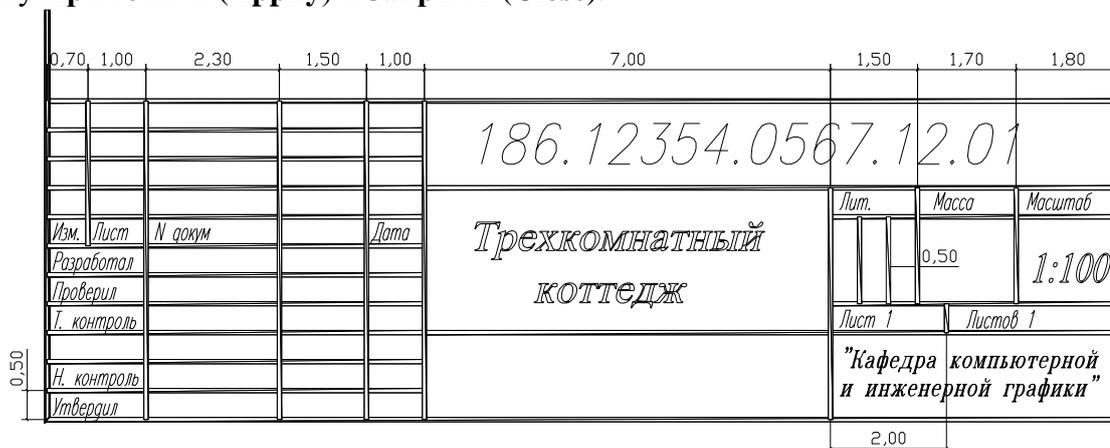

Рис. 43
3. *Напечатайте текст в штампе:* введите команду **dt**, щелкните на кнопке **Без привязки (Snap to None)**, а затем щелкните в пятой сверху графе самого левого столбца. Угол поворота выберите по умолчанию 0, нажав **Enter**. Напечатайте *Изм.* И еще раз нажмите **Enter**. При необходимости переместите текст с помощью маркера. Скопируйте текст с помощью команды **Копировать объект (Copy)** или с помощью ручек в те места на штампе, где используется данный стиль шрифта. Измените текст с помощью команды **Ddedit**, выбрав в меню **Modify/Text**, и корректируя надпись согласно рисунку штампа. Для обозначения документа, названия, масштаба сделайте свой стиль (рис. 43).